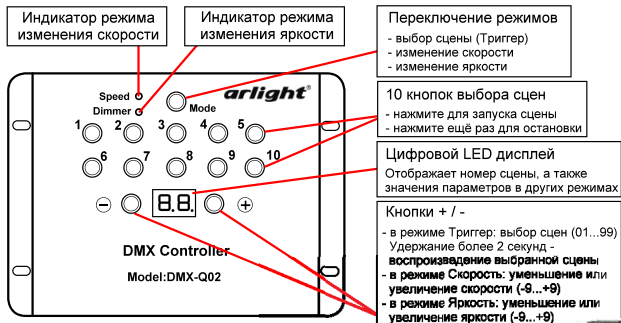

Рис. 3. Органы подключения и элементы индикации.
- 3.7. На лицевой панели контроллера расположены кнопки управления и светодиодные индикаторы, назначение которых показано на Рис.3.